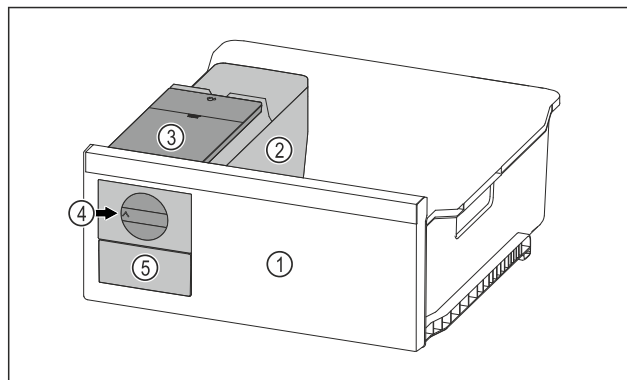

Fig. 99 Exempel
- ▶ Vrid reglaget Fig. 99 (4) medurs fram till anslaget.
- ▷ Isbitar faller från isbitsbrickan in i isbitslådan Fig. 99 (5).